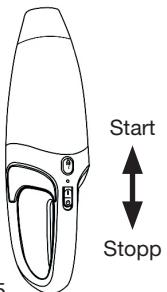

Abbildung 5
3. Um den Staubsauger in Betrieb zu nehmen, stellen Sie den Start/Stopp-Schalter auf die Position „I“ (Start) (Abb. 5).
4. Stellen Sie den Start/Stopp-Schalter nach dem Gebrauch wieder auf die Position „0“ (Stop) und setzen Sie den Staubsauger wieder in die Ladestation, um die Batterie für die nächste Verwendung zu laden (Abb. 5).